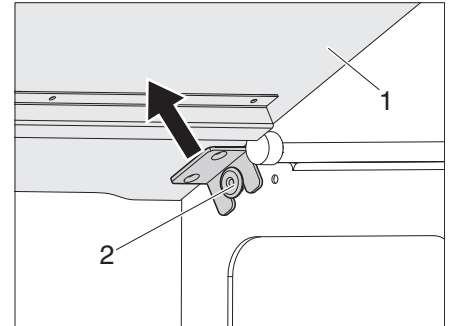

Figura 25 Pivote
- Presione la extensión de cama (Figura 25,1) hacia la izquierda y hacia la derecha para sacarla de los pivotes (Figura 25,2).